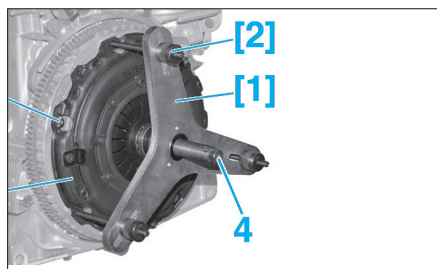

Fig. 5
- Mettre en place les outils [1] et [2] (Fig.5).
- Comprimer le mécanisme d'embrayage de 10 mm en agissant sur la vis centrale (4) de l'outil [1].
- Reposer les trois premières vis (1).
- Détendre le mécanisme d'embrayage (2) en agissant sur la vis centrale (4) de l'outil [1].
- Les vis restantes (1).